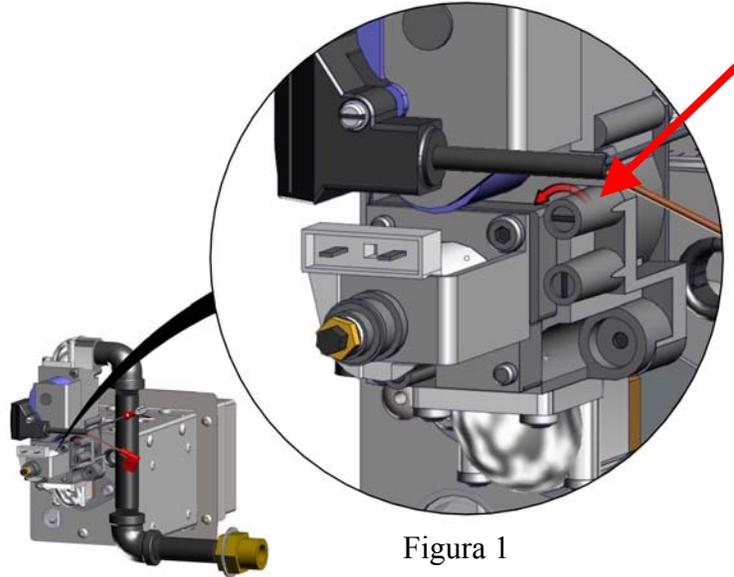

Figura 1
1. Abra V101 interruptor para la configuración básica / avanzada (Figura 1)
4. Cerrar interruptor V101 después de Configuración Básica / Avanzada (Figura 1)
- Afloje el tornillo 1 vuelta completa en sentido horario contrario (Figura 1)
F001 = Ve Figura 1